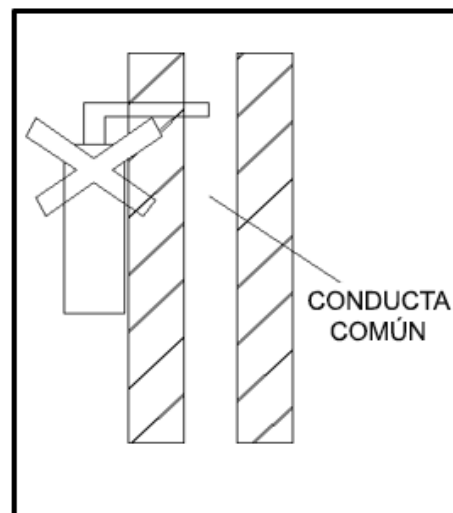

Fig. 4
- El conducto del calentador no se puede conectar a un sistema de combustión común (Fig. 4).